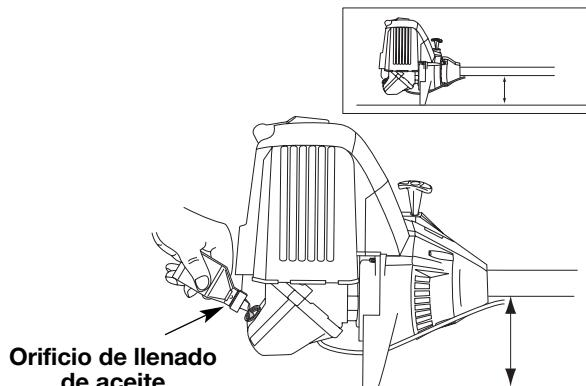

Fig. 7
- Coloque la unidad sobre una superficie plana (Fig. 7).
- Vierta todo el contenido de la botella de aceite en el cigüeñal (Fig. 7).